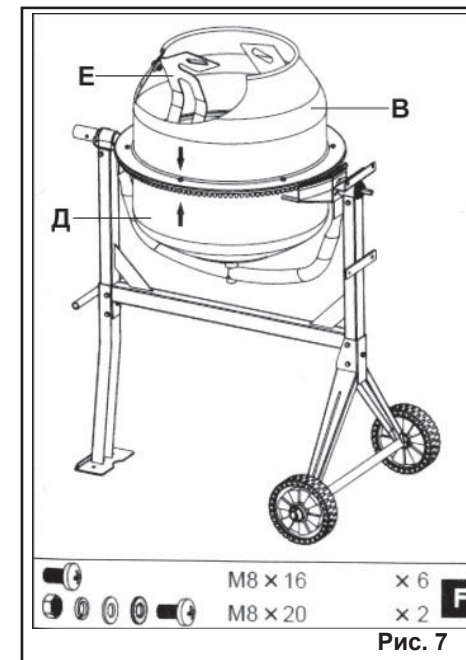

Рис. 7
6.6. Установите на нижнюю часть барабана (Д) верхнюю часть барабана (В) Совместите установочные стрелки верхней части барабана с нижней, как показано на Рис. 7. Соедините обе части барабана, используя винты из пакета F.